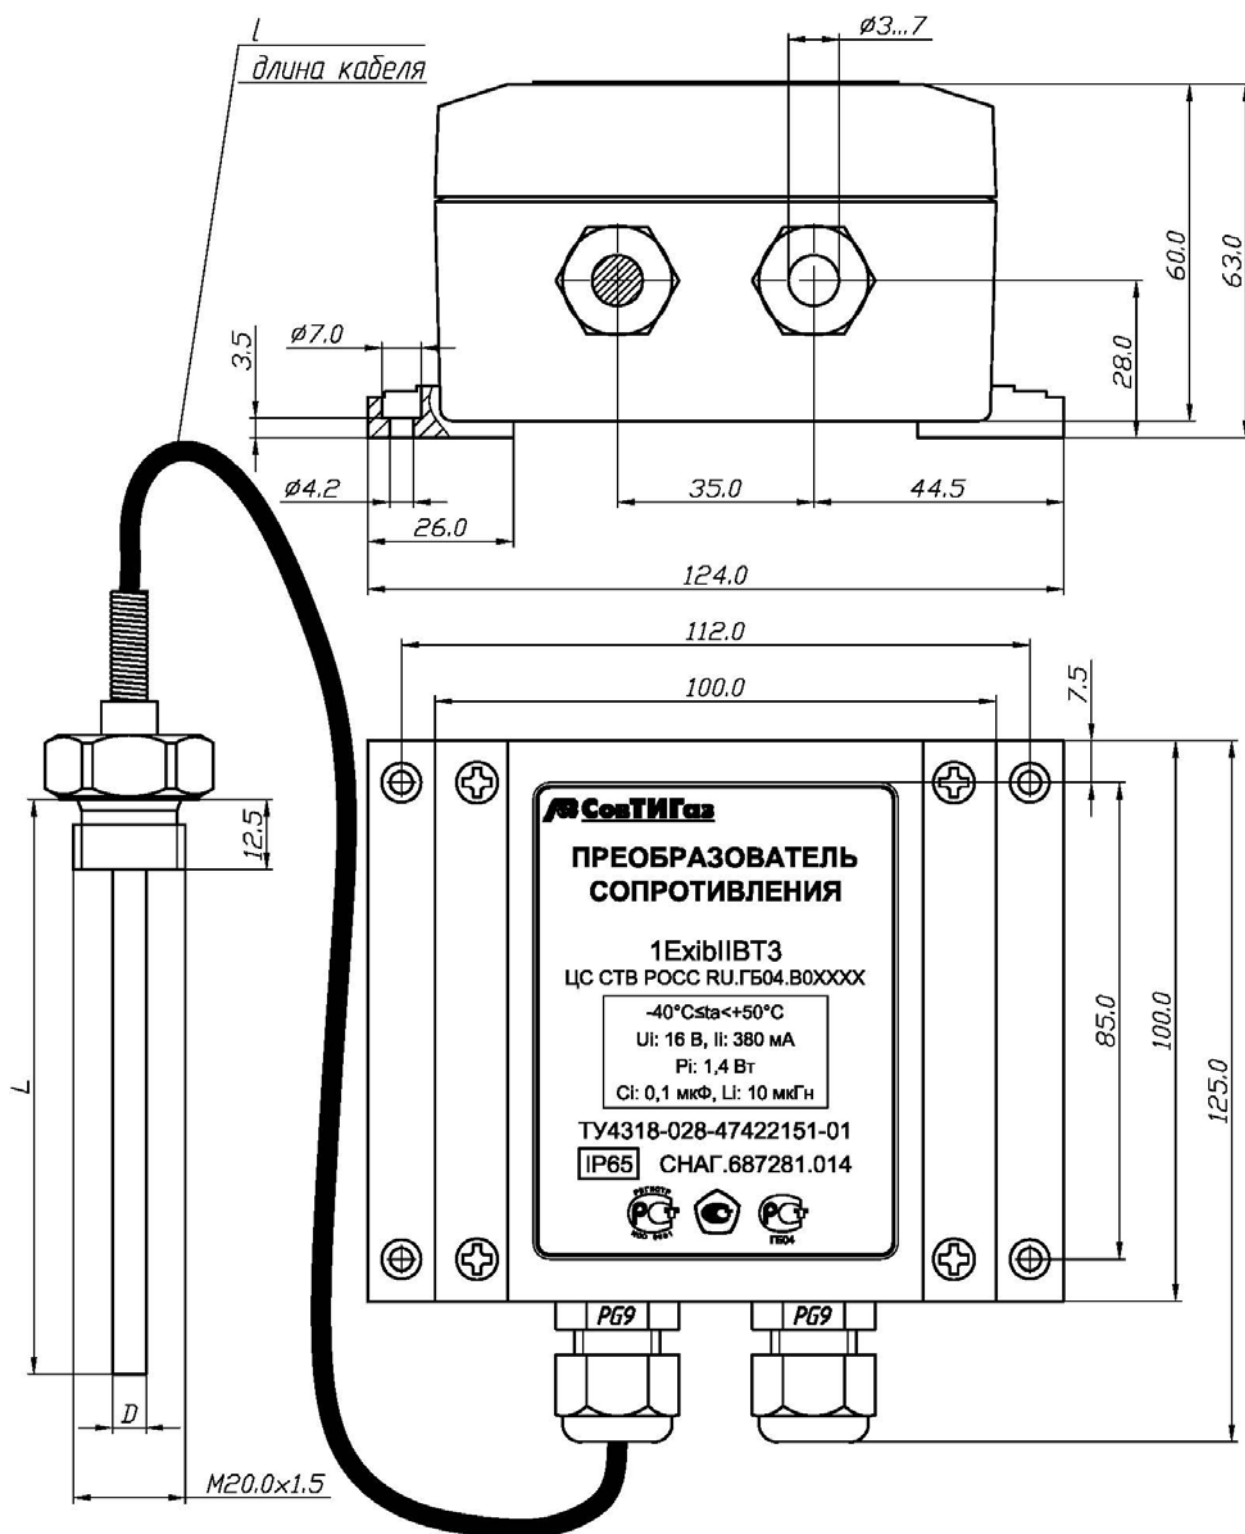

Рис. 7
1.8.3 Датчик температуры (исполнение СТИГ5.182.025-48...65 см. таблицу 7) рис. 7 представляет собой термометр сопротивления без головки и преобразователь сопротивления, установленный в отдельный корпус.